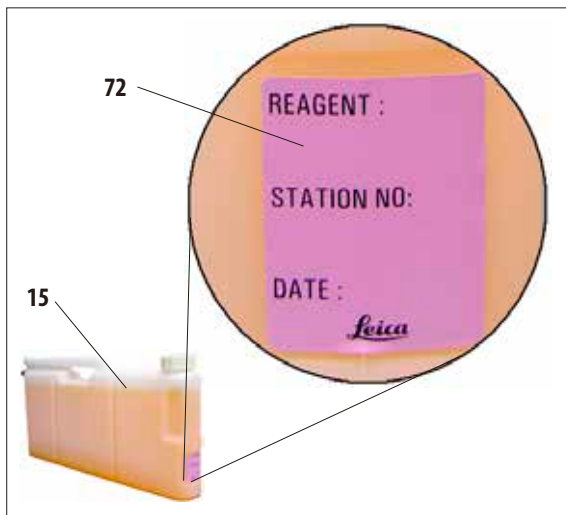

Рис. 55
Наклейки (72) наклеиваются на переднюю сторону системных ёмкостей (15), как показано на рис. 55.
На наклейке можно указать номер станции, а также дату начала использования реактива, указанного в таблице цветов (рис. 55).